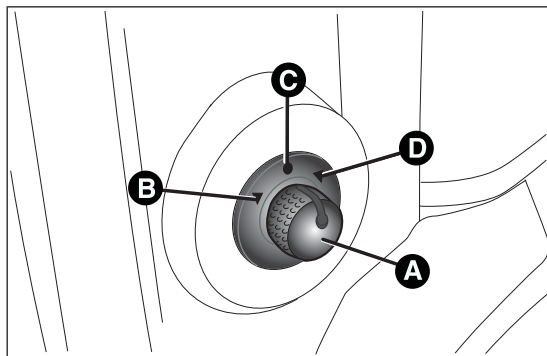

fig. 22
- ☐ seleccionar mediante el desviador A fig. 22 el espejo deseado (derecho o izquierdo);